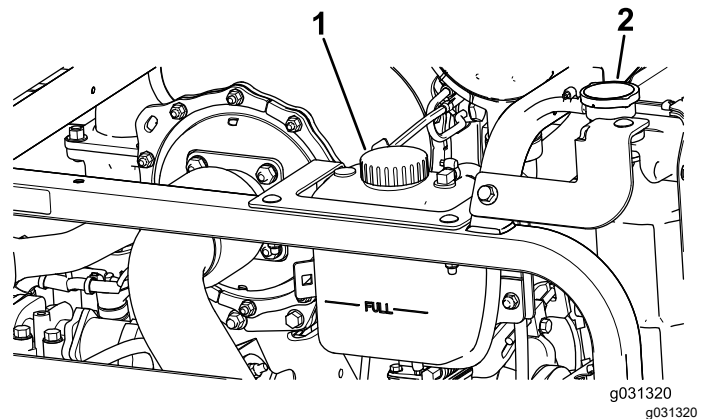

Figure 118
1. Retirez le bouchon du radiateur et le bouchon du vase d'expansion avec précaution (Figure 118).
2. Vérifiez le niveau de liquide de refroidissement dans le radiateur (Figure 118).